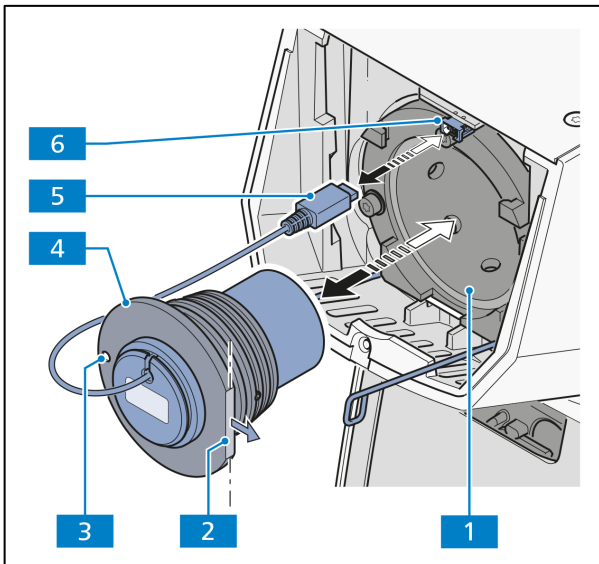

Abb. 3-23 LED-Leuchte wechseln
- LED-Leuchtenstecker (Abb. 3-23/5) aus der Buchse am Stativ (Abb. 3-23/6) ziehen.
- Alte LED-Leuchte mit Adapter (Abb. 3-23/4) aus der Halterung (Abb. 3-23/1) herausziehen.
- Neue LED-Leuchte mit Adapter (Abb. 3-23/4) bis zum Anschlag in das Halterohr (Abb. 3-23/1) einführen.
- Neue LED-Leuchte mit Stiftloch (Abb. 3-23/3) auf der linken Seite, bzw. mit der vorderen Kante des Adapters (Abb. 3-23/2) nach rechts orientiert, positionieren.
- Lampenstecker (Abb. 3-23/5) in die Buchse am Stativ stecken (Abb. 3-23/6).